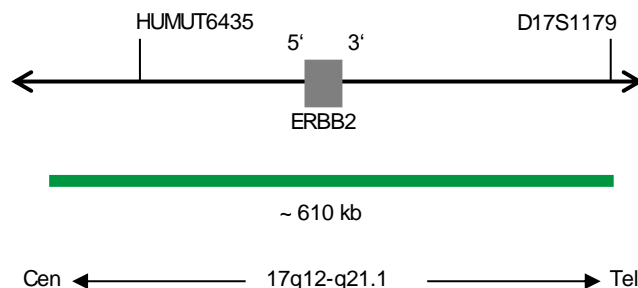

Fig. 1: SPEC ERBB2 Mapa da sonda (sem escala)
- Polinucleótidos (~10.0 ng/ μ l) com marcação ZyGreen (excitação 503 nm/emissão 528 nm), dirigidos ao mapeamento de sequências alvo em 17q12-q21.1* (chr17:37,572,531-38,181,308) contendo o gene ERBB2 (ver Fig. 1).